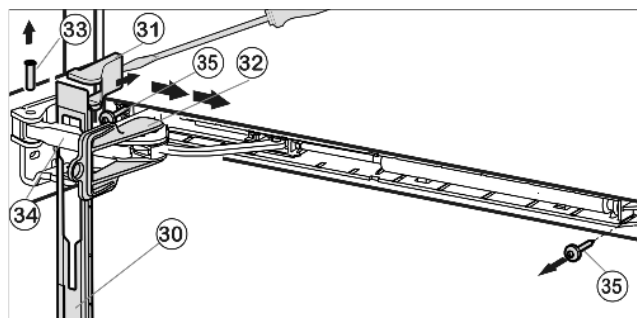

Fig. 10
- ▶ Сдвиньте накладку над амортизационной скобой Fig. 10 (34) в направлении устройства вперед.
- ▶ Установите стопор Fig. 10 (32).
- ▶ Подденьте крышку Fig. 10 (31) отвёрткой с внешней стороны и снимите в направлении наружу.
- ▶ Выдавите палец Fig. 10 (33) снизу.
- ▶ Нажмите амортизационную скобу Fig. 10 (34) в направлении дверцы.
- ▶ Снимите накладку Fig. 10 (30).
- ▶ Открутите узел амортизатора закрывания дверцы (2 шт. Torx 15) Fig. 10 (35).